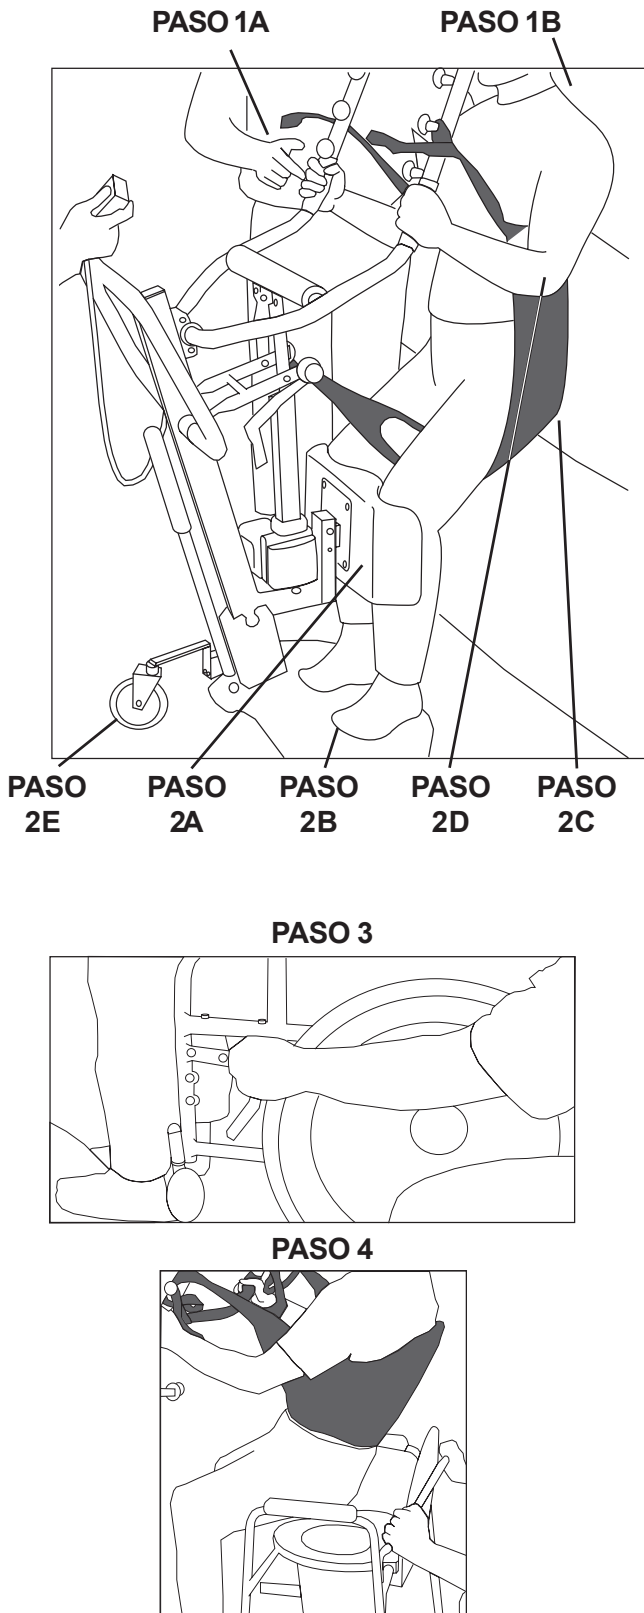

FIGURA 1 - LEVANTANDO AL PACIENTE
- B. Que los pies del paciente esten posicionados en el soporte para los pies, segun se muestra en el **PASO 2B** de la **FIGURA 1**.